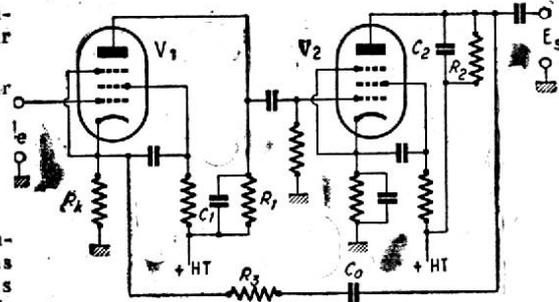

Figure 7
Considérons maintenant l'amplificateur à deux lampes de la figure 7. Si l'on suppose C_0 infiniment grand et R_3 dénuée de toute capacité en parallèle, la valeur de β est évidemment :
G. — Détermination des éléments du schéma figure 7